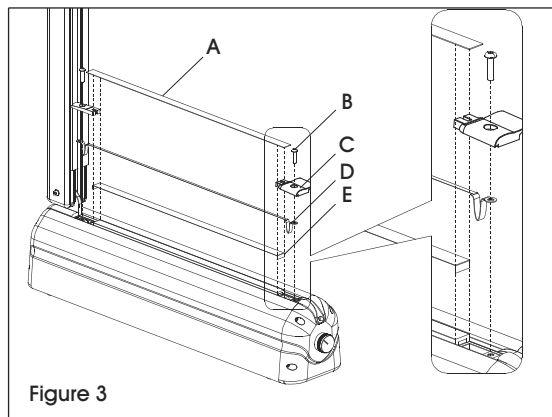

Figure 3
1. Retirez le ruban en PTFE supérieur (A) et dévissez les vis de fixation sur le côté de l'électrode de scellage (B). (Voir Figure 3)
2. Retirez les cache-prises situés (C) sur les dispositifs de tension du fil de scellage. (Voir Figure 3)
3. Retirez le fil de scellage (D) de la scelleuse en tirant délicatement vers le haut. (Voir Figure 3)
4. Retirez le ruban en PTFE (E) fixé à la scelleuse. (Voir Figure 3)